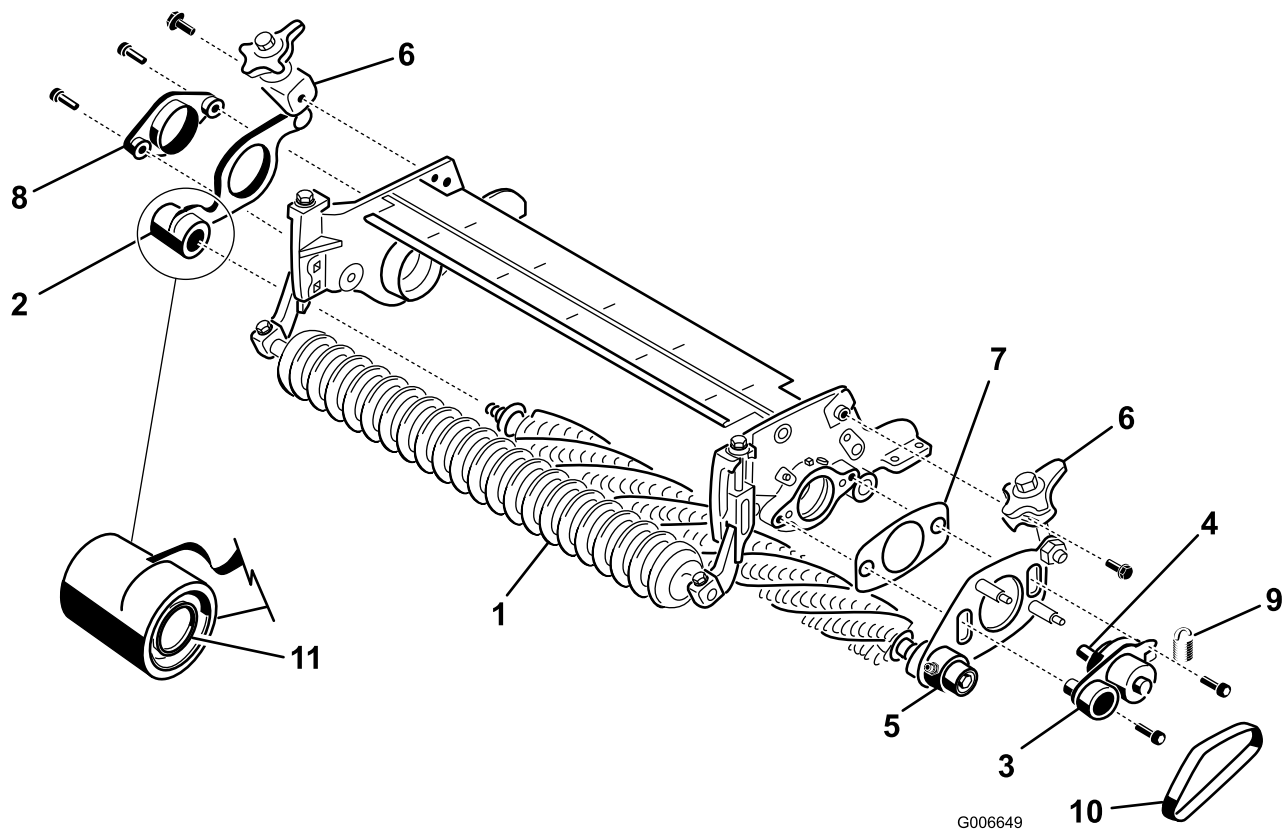

Bild 9
14. Schieben Sie auf der Groomerseite **ohne Antrieb** die Groomerplatte mit dem Express-Hubhebel von der Groomerwelle (Bild 9).
16. Montieren Sie auf der Antriebsseite der Schneideinheit die Drehnabe, die Groomerplatte an der Antriebsseite mit dem Express-Hubhebel und die Beilagscheibe an der Seitenplatte der Schneideinheit. Verwenden Sie zwei Sechskantschrauben (3/8" x 1") (Bild 9). Schmieren Sie vor dem Einbau Loctite auf das Schraubengewinde.
17. Montieren Sie die Groomerplatte ohne Antrieb auf der Groomerwelle (Bild 9). Achten Sie darauf, dass die Dichtungsfeder nicht abfällt.
18. Befestigen Sie die Drehnabe ohne Antrieb mit zwei Sechskantschrauben (3/8" x 1") an der Seitenplatte der Schneideinheit (Bild 9). Schmieren Sie vor dem Einbau Loctite auf das Schraubengewinde.
20. Montieren Sie die Express-Hubhebel mit Bundbolzen (3/8" x 3/4") an den Seitenplatten (Bild 9).
21. Montieren Sie den Groomerriemen auf den Spannscheiben (Bild 9). Stellen Sie sicher, dass